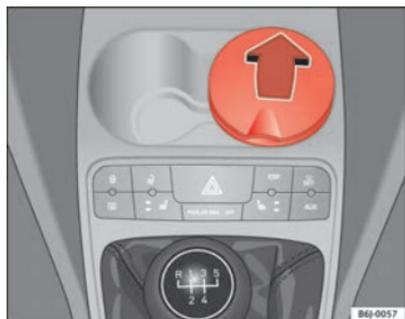

Fig. 80 Cendrier avant
- Pour ouvrir le cendrier, levez le cache ⇒ fig. 80.